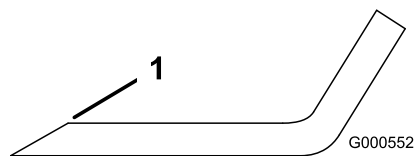

Figure 57
1. Au moyen d'une lime, aiguissez les tranchants aux deux extrémités de la lame (Figure 57).
Remarque: Si la lame est déséquilibrée, limez un peu l'extrémité de la partie relevée seulement (Figure 57).